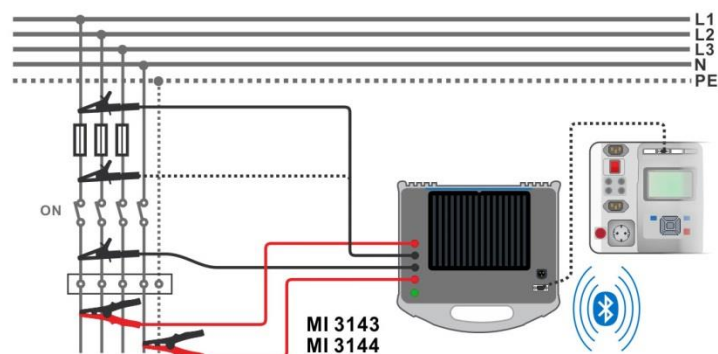

Abbildung 6.81: Hochstromwiderstandsmessung
- Schließen Sie die Prüfleitungen am zu testenden Objekt an, siehe **Abbildung 6.81**. Ausführliche Informationen finden Sie in **der Bedienungsanleitung für MI 3143 – Euro Z 440 V** oder **MI 3144 – Euro Z 800 V**.